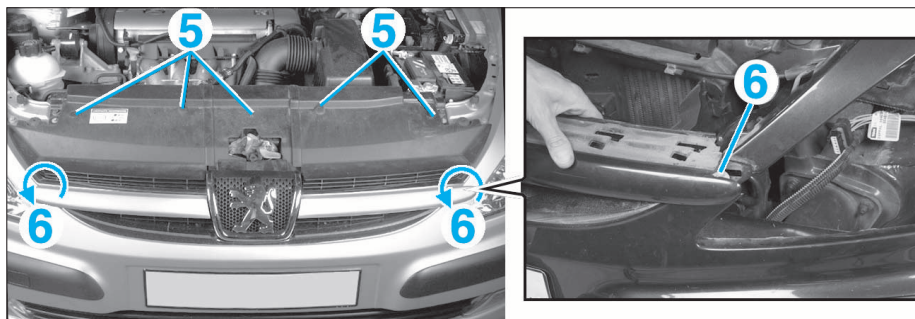

FIG. 22
- Déposer les carénages supérieurs (5) (Fig.22).
- Déverrouiller les agrafes (6) par rotation.